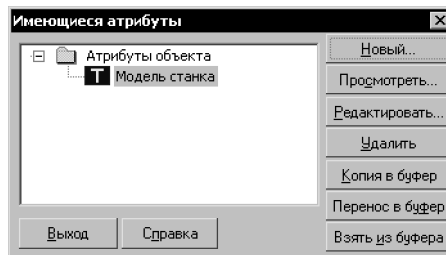

Рис. 69.1. Диалог работы с атрибутами объекта
2. Вызовите команду **Сервис — Атрибуты...** На экране появится диалог работы с атрибутами объекта (рис. 69.1).
2. Вызовите команду **Сервис — Атрибуты....** На экране появится диалог работы с атрибутами (рис. 69.1).
Операции с атрибутами геометрических объектов производятся в диалоге (рис. 69.1), вызываемом командой **Сервис — Атрибуты...**